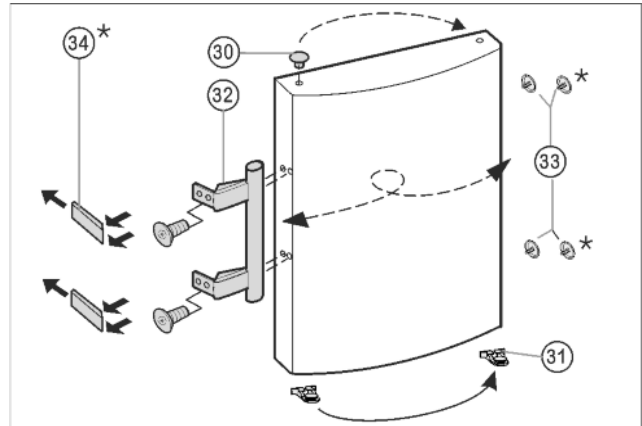

Fig. 8
- ▶ Извлеките пробку Fig. 8 (30) из опорной втулки дверцы и переставьте.
- ▶ Снимите и переставьте на противоположную сторону дверную ручку Fig. 8 (32), пробку Fig. 8 (33) и прижимные пластины* Fig. 8 (34).